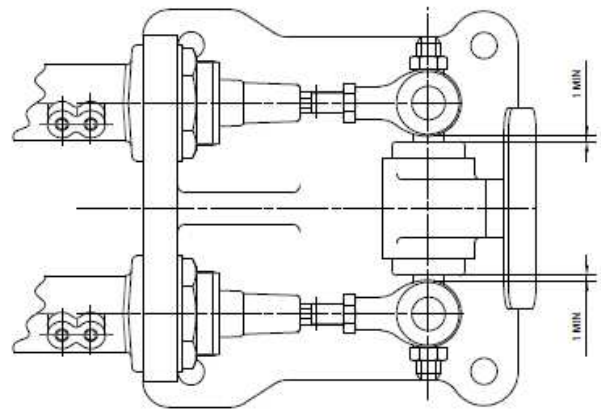

Fig. 1b
- e) Zkontrolujte vzdálenost mezi klouby tyček válců a brzdovým pedálem viz obrázek Fig. 1b, tato vzdálenost musí být minimálně 1 mm